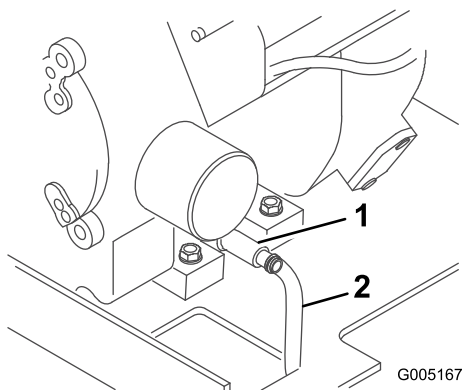

Figure 26
4. Placez une extrémité du flexible sur le robinet de vidange et l'autre extrémité dans un bac de vidange (Figure 26).
5. Ouvrez le robinet de vidange en le tournant dans le sens antihoraire et en tirant dessus simultanément (Figure 26).